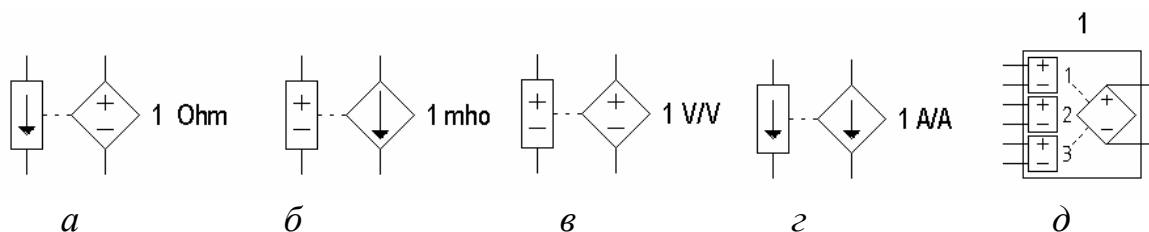

Рис. 7
**Управляемые источники** программы EWB показаны на рис. 7. Источники напряжения управляемый ток (ИНУТ) – рис. 7,а. В диалоговом окне этого источника задается единственный параметр – коэффициент передачи, равный отношению выходного напряжения к току управления; параметр имеет размерность сопротивления. Для источника тока управляемого напряжением (ИТУН рис. 7,б) этот параметр имеет размерность проводимости, поскольку коэффициент передачи равен отношению выходного тока к напряжению управления.
Источники на рис. 7,в,г представляют собой источники напряжения и тока, управляемые соответственно напряжением и током (ИНУН и ИТУТ). Коэффициент передачи этих устройств – величина безразмерная.